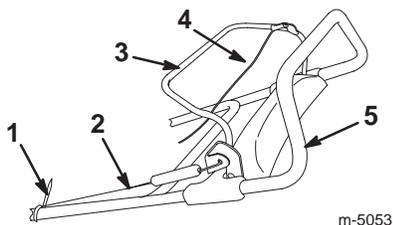

Figure 2
1. Coupez l'attache en plastique qui lie le câble de commande de la turbine au mancheron (Fig. 2).
**Important** Vérifiez que le câble de commande de la turbine et le câble d'entraînement de traction sont correctement réglés (Fig. 2). Reportez-vous à la rubrique Réglage du câble de commande de la turbine, page 12, et à la rubrique Réglage du câble d'entraînement de traction, page 13.